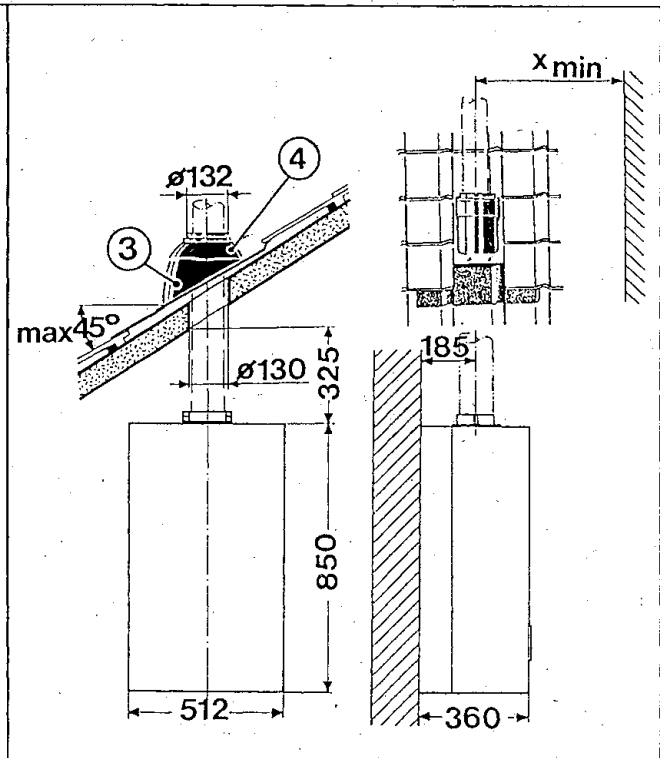

Bild 4
Montage Schrägdachpfanne, Bild 4, 6 oder 8
- Dachsteine im gewünschten Bereich entfernen (Abstandsmaße Bild 4 oder 6) einhalten